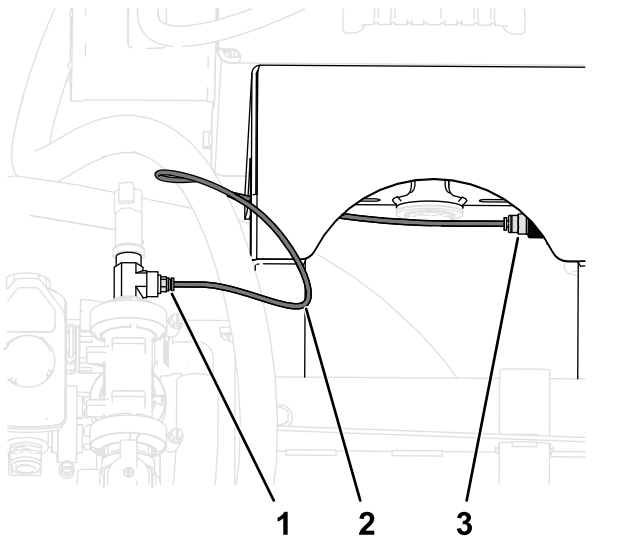

Figura 49
- Conecte el tubo del transductor de presión al acoplamiento del manómetro (Figura 49).